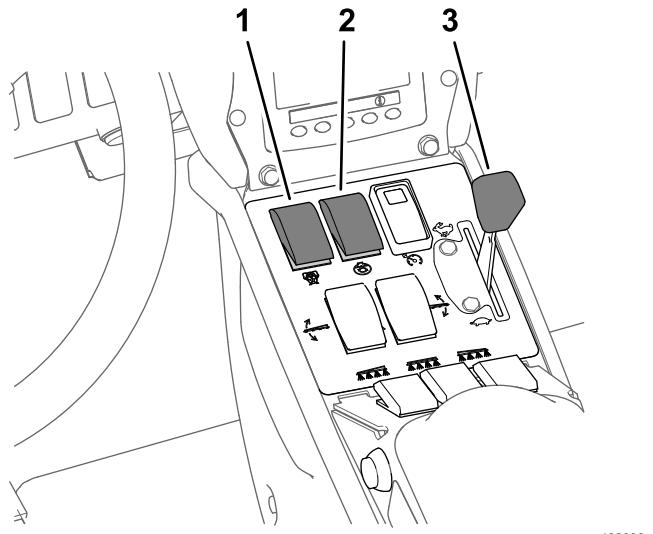

Figura 43
- Ponga el interruptor de la bomba en la posición de ACTIVADO (Figura 43).
- Mueva el acelerador a la posición de RÁPIDO (Figura 43) y deje el motor en marcha durante 10 minutos.
6. Ponga el interruptor de agitación en la posición de DESACTIVADO, y ponga el acelerador en la posición de RÁPIDO (Figura 43).